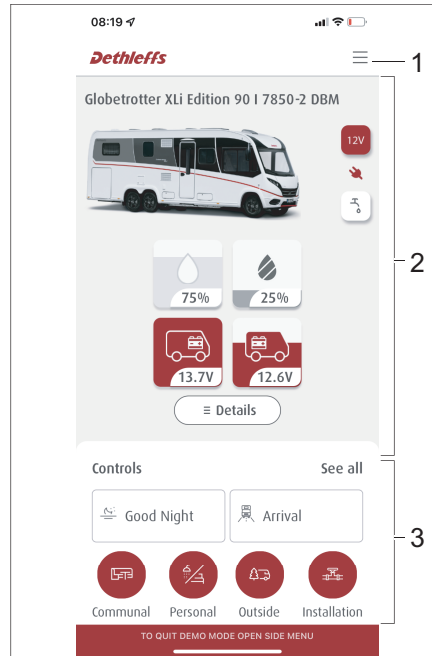

Fig. 279 Organización de la aplicación Dethleffs Connect
- Área de menú (Fig. 279,1)
- Datos del vehículo (Fig. 279,2)
- Área de manejo y escenarios (Fig. 279,3)